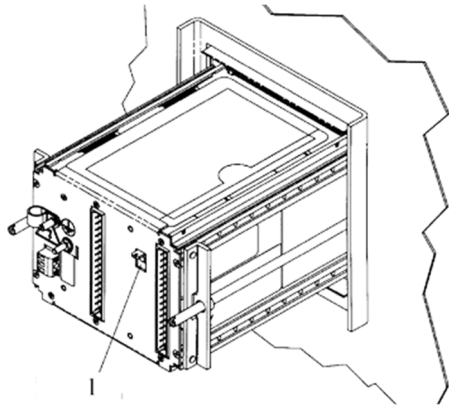
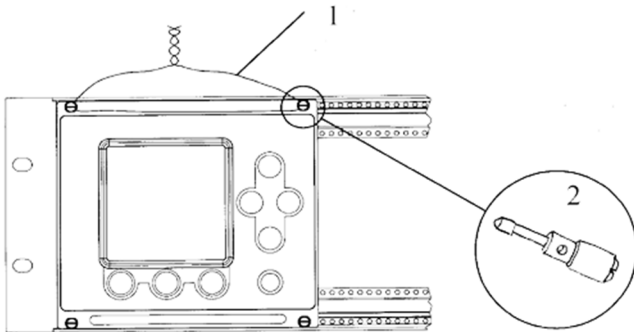

Figure 4. Altus 3500
Figure 5. Transmitter 3500; Rack-Mount: |
<p>The housing of the transmitter is sealed with a “wire and lead” type seal to prevent access to the switch.</p> <p>To prevent changes to the transmitter configuration and calibration parameters through remote access and to prevent remote zeroing (see Figure 2 and Figure 3):</p> <ul style="list-style-type: none"> - For RFT9739 version 2 with 10-position dip switch: Switch 9 is ON - For RFT9739 version 3 with 10-position dip switch: Switches Secure 1 is ON, Secure 2 is OFF and Secure 3 is OFF - For the rack-mounted RFT9739 version 3, the housing of the transmitter is sealed with a “wire and lead” type seal to the mount to prevent access to the switches (See Figure 5). 	<p>Le boîtier du transmetteur est scellé avec un fil métallique et un plomb afin d'interdire l'accès aux commutateurs.</p> <p>Afin d'empêcher tout accès à distance en vue de modifier la configuration du transmetteur et d'empêcher la mise à zéro à distance (voir Figure 2 et Figure 3) :</p> <ul style="list-style-type: none"> - Pour RFT9739 version 2 avec un commutateur DIP à 10 positions : Le commutateur 9 est en position ON - Pour RFT9739 version 3 avec un commutateur DIP à 10 positions : les commutateurs sécurité : 1 est en position ON, et 2 et 3 sont en position OFF - Pour modèle RFT9739 version 3, monté sur place, le boîtier du transmetteur est scellé avec un fil métallique et un plomb afin d'interdire l'accès aux commutateurs (Voir Figure 5).
- for Altus model 3500 rack / panel mount transmitter, the security switch, located on the back panel, is enabled by toggling it to the up position, See **Figure 4** and **Figure 5** for sealing
- Pour le transmetteur Altus 3500 monté sur support / panneau, le commutateur de sécurité, sur le panneau arrière, est activé en le basculant vers le haut. Voir **Figure 4** et **Figure 5** pour le scellage